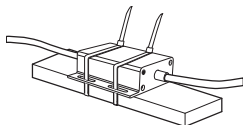

図7
- Place the control box in an appropriate position according to the surroundings as shown in Figure 7. Do not install the control box in a high-temperature area, an area with moving parts, or an area that may interfere with other moving parts.
- ヘッドランプ灯具周辺の適切な場所に付属の結束バンドまたはステーを使用してコントロールボックスを固定します(図7参照)。高温になる場所、振動するパーツがある場所、振動するパーツに干渉する場所にはコントロールボックスを取り付けないでください。
- 根据周围环境，将控制盒置于适当位置，如图7所示。请勿将控制盒安装在图-6具有活动零件的高温区域，或安装在可能会干扰其它活动零件的区域。